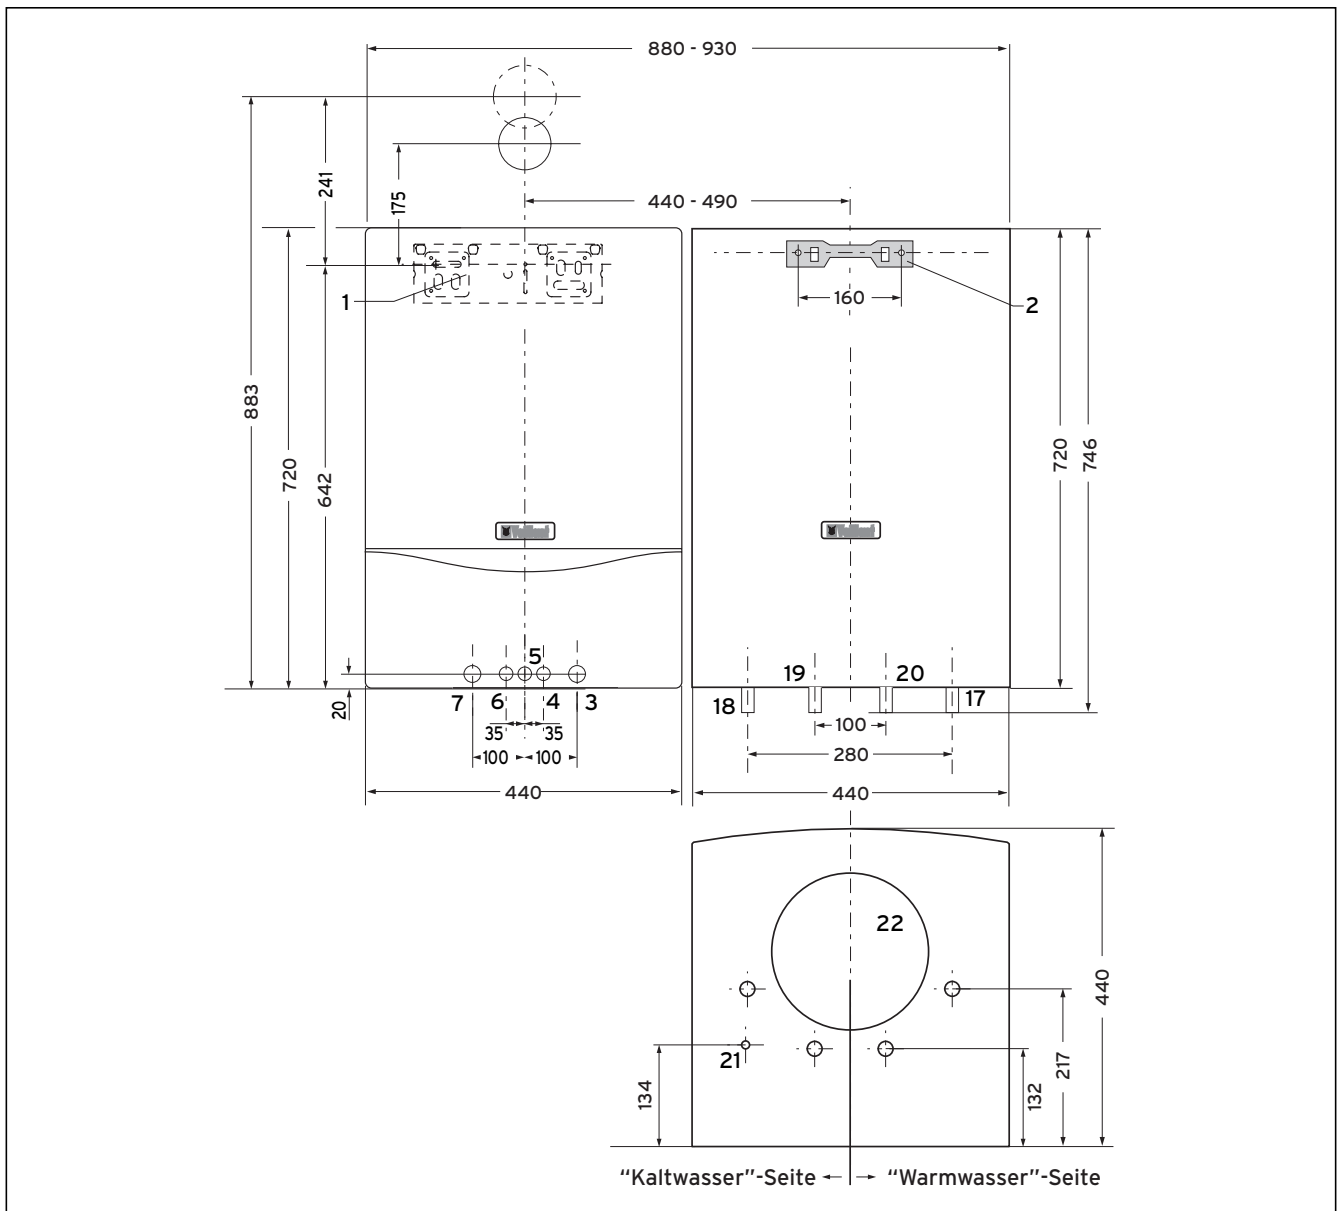

Abb. 4.2 Abmessungen bei Montage neben dem Heizgerät
- Bohren Sie die Löcher für die Befestigungsschiene entsprechend Abbildung 4.2 (Unterkanten des Speichers und des Heizgerätes auf gleicher Höhe).
- Beachten Sie die „Warm-“ und „Kaltwasser-Seite“ in Abb. 4.2 und 4.3.**